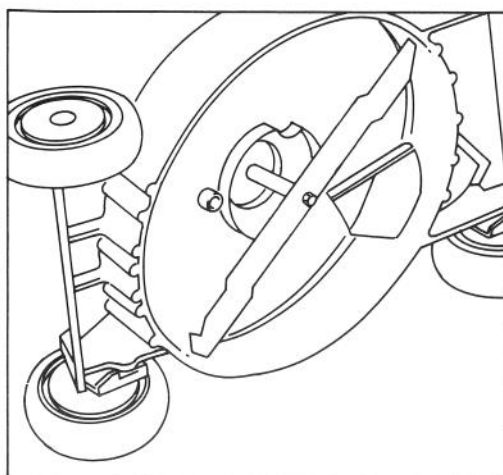

Figure 19
2. Inclinez la tondeuse sur le côté gauche (Fig. 19). Évitez de faire tourner la lame, des problèmes de démarrage risqueraient de se poser.